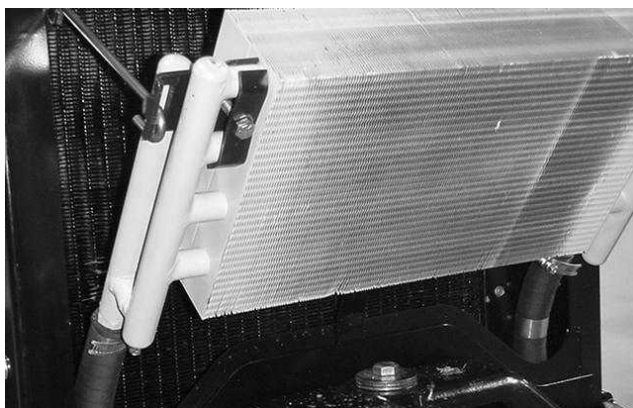

Figure 50
3. Déverrouillez le refroidisseur d'huile et faites-le basculer en arrière (Fig. 50). Nettoyez soigneusement les deux côtés du refroidisseur et du radiateur avec de l'eau ou de l'air comprimé. Rabattez le refroidisseur d'huile en position.